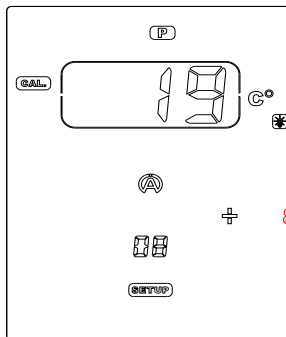

Abbildung 24
- 3) Mit den Tasten ▽ △ , stellen Sie die Temperatur im "RAHMEN" so ein, dass die angezeigte Temperatur einer Referenztemperatur entspricht (Abbildung 24).